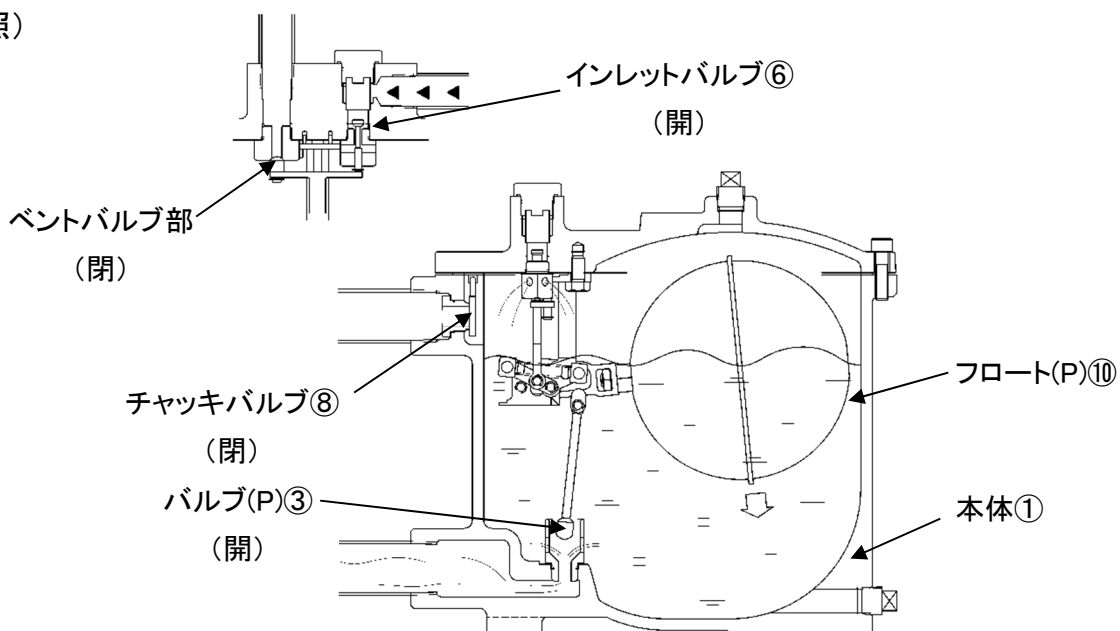

図3
3. 能力線図	3~4
入口側圧力が製品出口側の背圧より小さい場合はドレンが本体内部に溜まっていきます。ドレン水位が上がりフロート(P)がある高さまで上がると、インレットバルブ⑥が開きバルブ(P)のベントバルブ部が閉じます。インレットバルブが開いたことで駆動圧力が本体内に入り、チャッキバルブが閉となりドレン流入がなくなります。また本体内のドレンは出口側へと圧送、排出されます。ドレンが排出されるとフロート(P)は本体内の水位により下降していき、フロート(P)がある高さまで下がるとインレットバルブが閉じてバルブ(P)のベントバルブ部が開きます。そして内部圧力がベントバルブより排出されてトラップ作動の状態に戻ります。(図3参照)